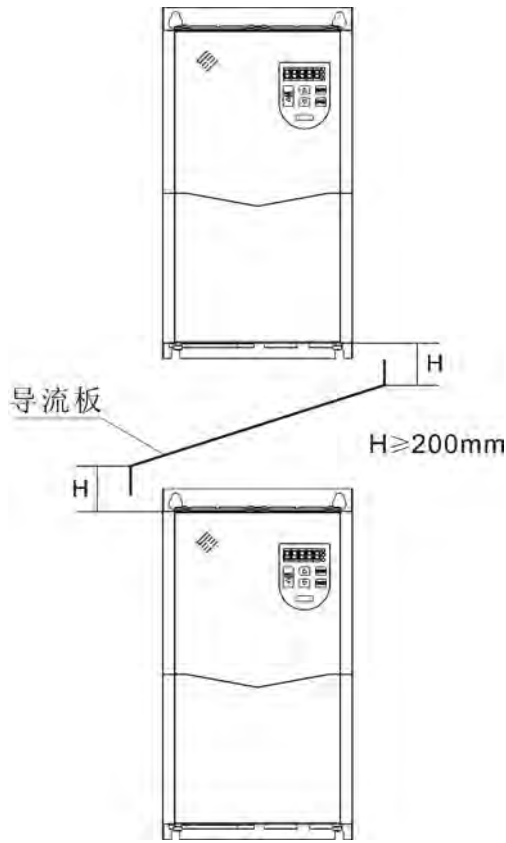

图 3-2驱动器上、下安装示意图
- (2) 当机柜内安装多台驱动器时，最好是并排安装，如果需要上下安装の場合，请安装隔热导流板，空间最小处 H 应大于 200mm，见图 3-2所示。
- (3) 请注意机柜内换气扇的安装位置；如果换气扇的安装位置不当，不仅会导致驱动器周围环境温度上升，影响驱动器的冷却效果，还会使金属等物体掉入驱动器内部，造成故障。
- (4) 安装支架必须是阻燃材质。